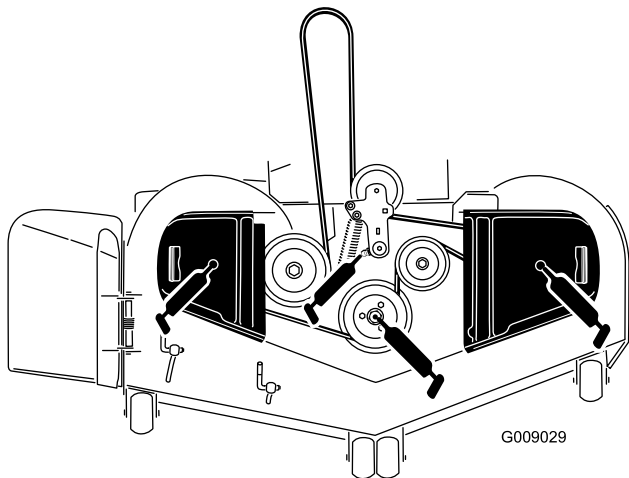

Figura 44
3. Engrase el pivote de la polea tensora de la carcasa de corte hasta que salga grasa por el extremo inferior (Figura 44).
4. Engrase los 3 cojinetes de los ejes hasta que salga grasa de las juntas inferiores (Figura 44).
5. Engrase el brazo tensor de la correa de transmisión (Figura 44).